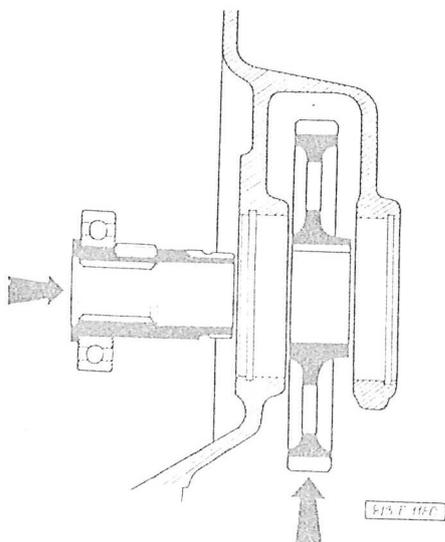

Abb. 03-75 Einbau des Zahnrades für den Antrieb der Lenkhilfepumpe
16. Auf die Welle des Zahnrades, mit dem die Pumpe der Lenkhilfe angetrieben ist, das Kugellager bis zum Anschlag an den Ansatz aufpressen. In die Nut die Passfeder eintreiben. Den Verschlussdeckel erwärmen, das Zahnrad einlegen (Abb. 03-75) und die Welle mit dem Lager in das Zahnrad und zugleich in das Gehäuse des Verschlussdeckels einpressen.